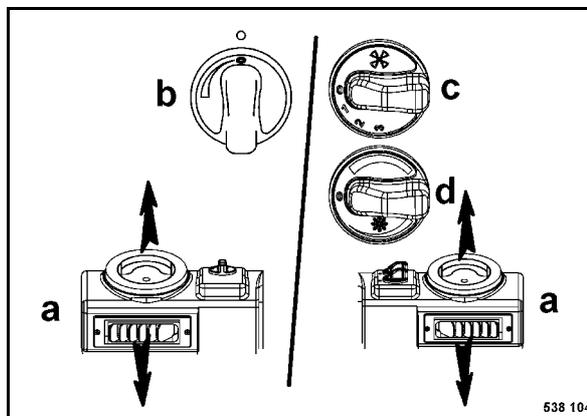

Рис. 75
- Направить воздушный поток вентиляционными соплами (а) (Рис. 75) в пространство для ног.